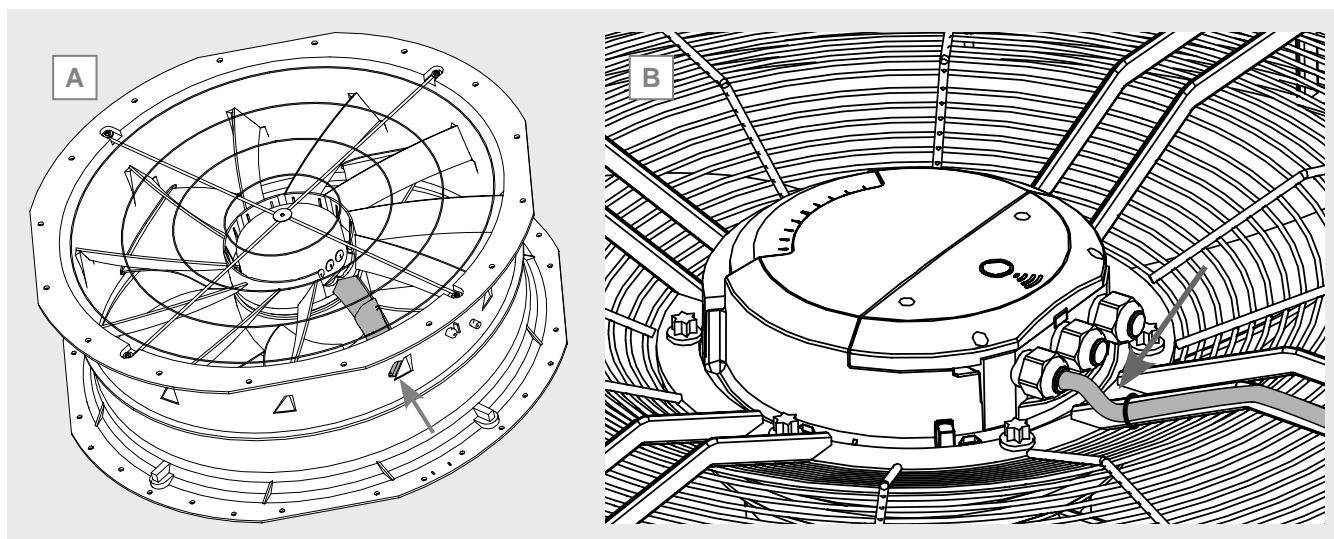

Figura 38
- 12.20.18 Fissare il cavo di alimentazione con fascette elettriche alla griglia (motoventilatore ad attacco radiale o planare) o all'apposito supporto per il passaggio dei cavi (motoventilatore con boccaglio integrato). Si veda la Figura 38 A.
- 12.20.19 Il cavo che entra nel pressacavo della scatola elettrica deve essere fissato in modo tale da formare una U. Si osservi la Figura 38 B.